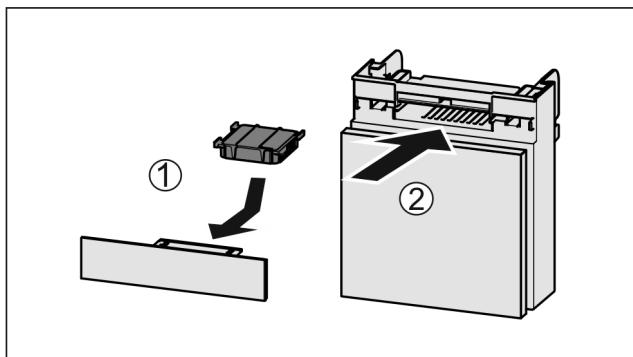

Fig. 53
- Установите фильтр с активированным углем, как показано на рисунке Fig. 53 (1).
► Вставьте отделение Fig. 53 (2).